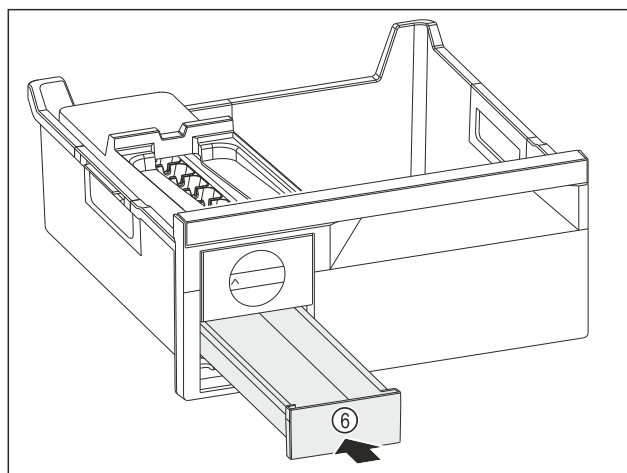

Fig. 83
- ▶ Zásuvku na kostky ledu Fig. 83 (6) zasuněte.